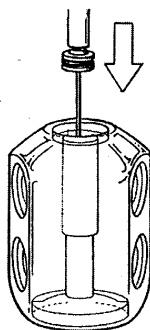

Рис. 5
- Наденьте на седло (10) клапана ВД уплотнительное кольцо (9), и, используя монтажное приспособление, втолкните седло в канал корпуса редуктора до полной посадки (см. рис. 5).